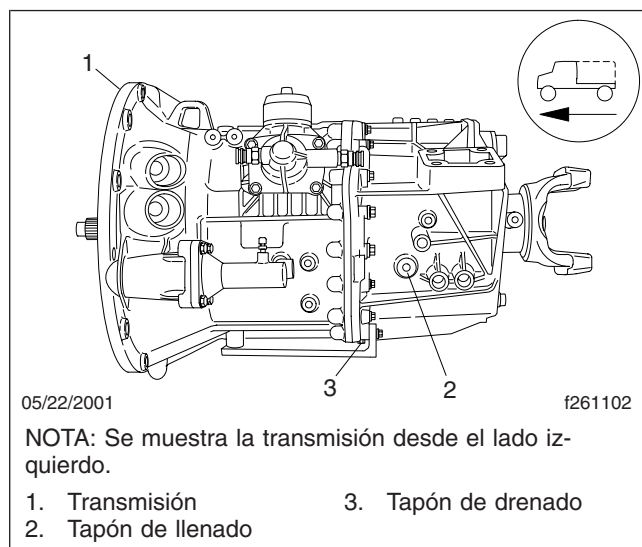

Figura 7, Tapones de drenado y llenado de la transmisión MB
2. Drene el líquido de la transmisión de la siguiente manera. Vea la **Figura 7**.
3. Limpie el área alrededor del tapón de llenado. Vea la **Figura 7** para la ubicación del tapón de llenado